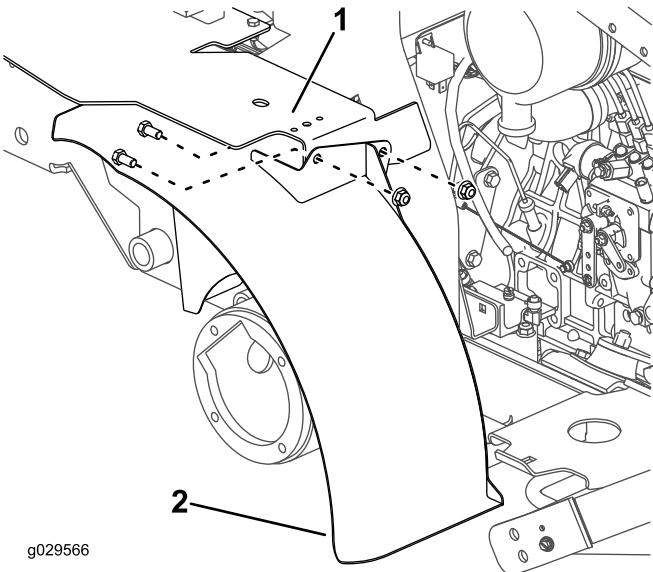

図9
- 左フェンダ上部にブラケットを仮止めするボルト3/8 x 3/4インチ2本とナット3/8インチ2個を使用して図9のように取り付ける。